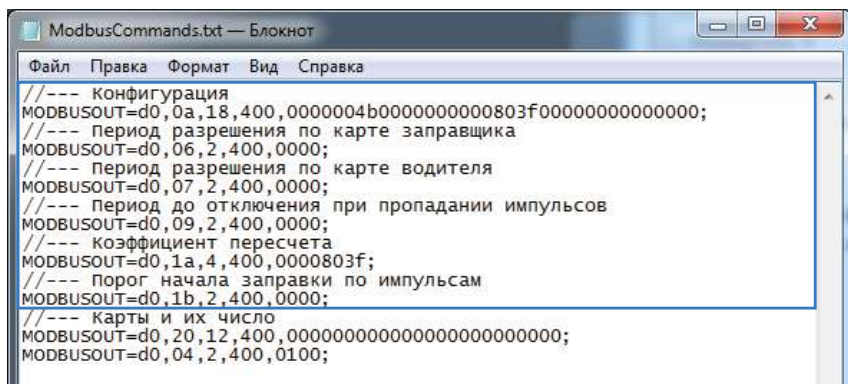

Рис.30. Команды удаленной настройки ТРК.
- открыть созданный файл. В этом файле перед каждой командой вставлен комментарий – описание этой команды (Рис.30):